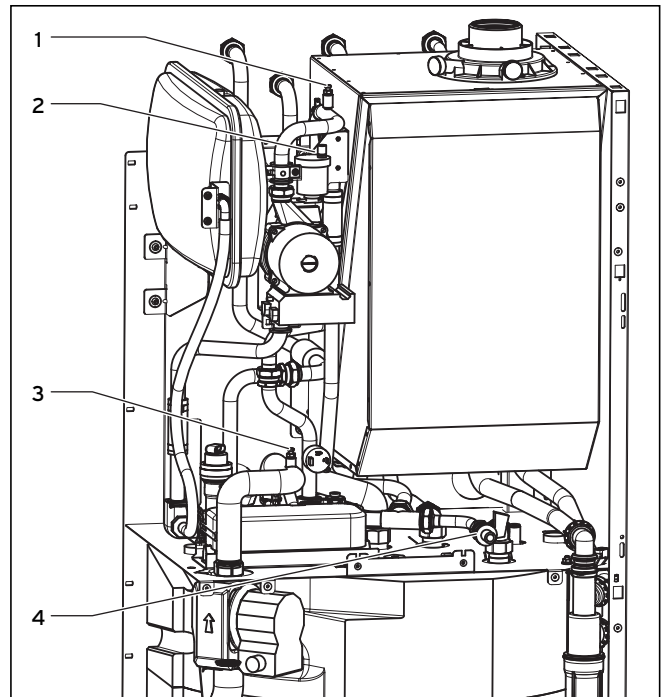

Fig. 8.9 Tømming av oppvarmingssiden (avbildet VSC 126-C 140/VSC 196-C 150
- Åpne luftnippelen (**3**, se fig. 8.9) på røret mellom pumpen og sekundærvarmeveksleren, slik at apparatet tømmes fullstendig.